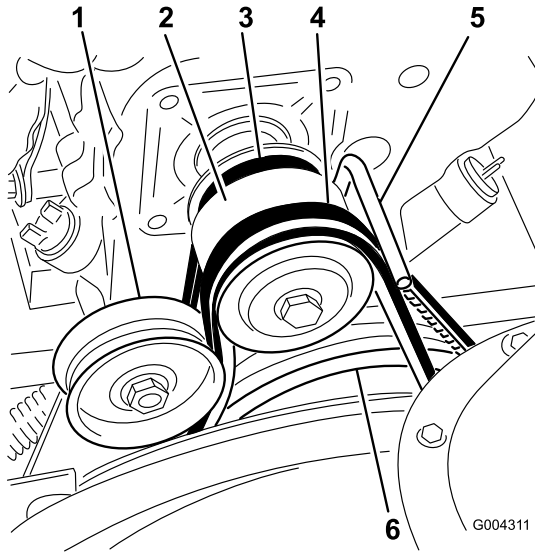

Figure 37
3. Desserrez le boulon du guide-courroie (Figure 37).
4. Retirez la courroie de fraise/turbine de la poulie du moteur et de la grande poulie de fraise/turbine (Figure 37).
9. Déchaussez la courroie de transmission de la poulie de moteur et de la grande poulie de transmission (Figure 37).
11. Passez la courroie sur la poulie de moteur, en veillant à la faire passer sous le guide-courroie (Figure 37).
16. Placez la courroie de fraise/turbine sur la grande poulie de fraise/turbine et la poulie du moteur, en veillant à la faire passer à l'intérieur de la poulie de tension et du guide-courroie (Figure 37).
2. Desserrez le boulon du guide-courroie (Figure 37).
3. Retirez la courroie de fraise/turbine de la poulie du moteur et de la grande poulie de fraise/turbine (Figure 37).
4. Passez la courroie neuve autour de la grande poulie de fraise/turbine (Figure 37).
5. Passez la courroie sur la poulie de moteur, en veillant à la faire passer sous la poulie de tension et le guide-courroie (Figure 37).